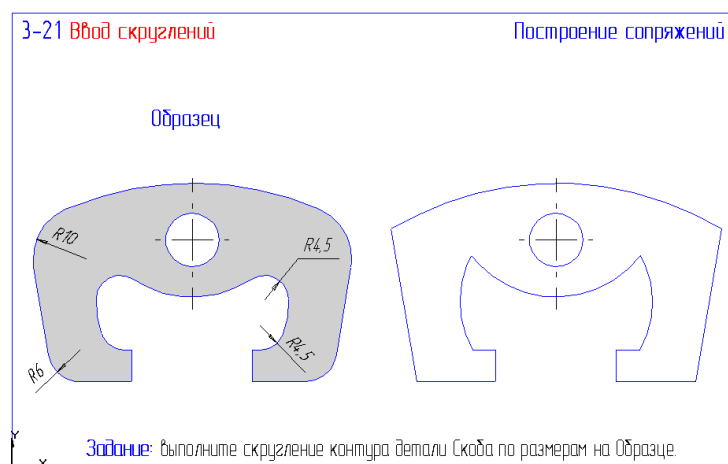

Рис. 27
29. Откройте файл фрагмента 3-21 (рис. 27) и выполните построение сопряжений на чертеже с помощью команды **Скругление**. Результат сохраните.